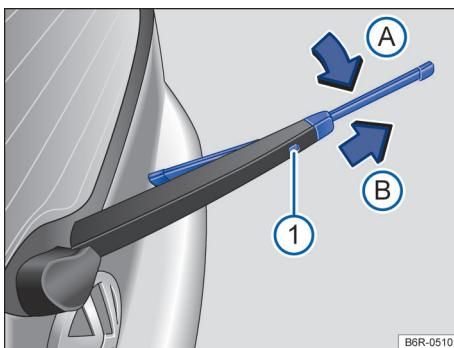

Fig. 109 Substituir a palheta do limpador do vidro traseiro.
- Manter o botão de destravamento → **Fig. 109** ① pressionado.
- Virar a palheta do limpador do vidro na direção do braço do limpador → **Fig. 109** (seta A) e, ao mesmo tempo, retirar no sentido da seta B. Para isso, poderá ser necessário um esforço um pouco maior.
- Introduzir a nova palheta do limpador do vidro traseiro **de mesmo tamanho e modelo** no braço do limpador do vidro traseiro no sentido contrário da seta → **Fig. 109** B até que ela se trave. Para isso o braço do limpador deve estar na posição rebaixada (seta A).